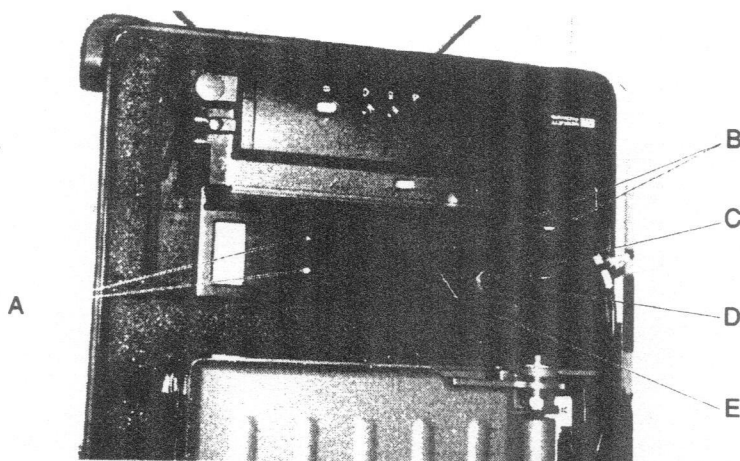

Fig. 5 - Vue du raccordement d'énergie
- embase J1 (C, Fig. 5) pour le 220V AC,
- embase J2 (D, Fig. 5) pour le 24V DC,
- placer l'interrupteur à bascule correspondant en position "ON" (E, Fig. 5).
L'indicateur lumineux correspondant à la source choisie s'illumine (A, Fig. 5).
L'ensemble TALP est protégé par deux fusibles (B, Fig. 5) dont l'un est placé sur l'entrée 220 V AC et l'autre sur l'entrée 24 V DC.